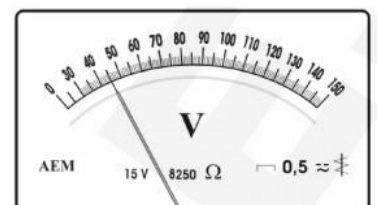

Figura 4
- În figura 4, acul indicator arată pe domeniul de măsurare „3 V” o tensiune de: